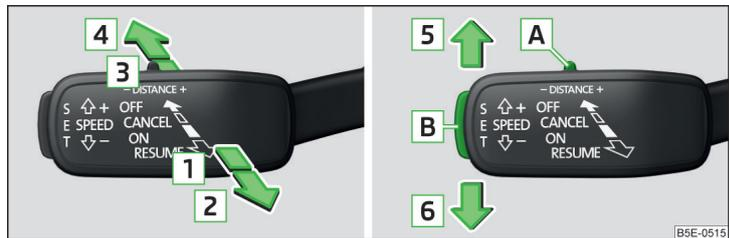

Fig. 142 Alavanca de comando
Visão geral das funções ACC, que serão operadas com a alavanca » Fig. 142
➤ Premir a tecla **SET** » Fig. 142 na página 116 .
➤ **Ou:** Ajustar a alavanca na posição de mola **RESUME** » Fig. 142 na página 116 .
➤ Ajustar a alavanca na posição de mola **CANCEL** » Fig. 142 na página 116 .
A velocidade desejada é ajustada ou modificada com a alavanca de operação » Fig. 142 na página 116 .
A distância em relação ao veículo da frente pode ser ajustada com a alavanca » Fig. 142 na página 116 ou no Infotainment » *Manual de instruções Infotainment*.
► Regular o interruptor **DISTANCE** na posição suspensa - ou + » Fig. 142 na página 116.
Uma operação de aceleração, em qualquer momento, a atuação do pedal do travão ou do ponto de pressão **CANCEL** na alavanca de comando » Fig. 142 na página 116 ser cancelado.